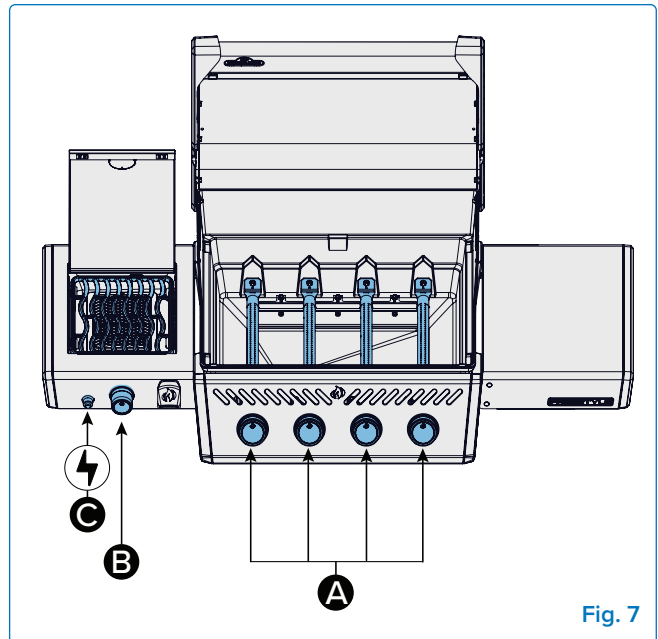
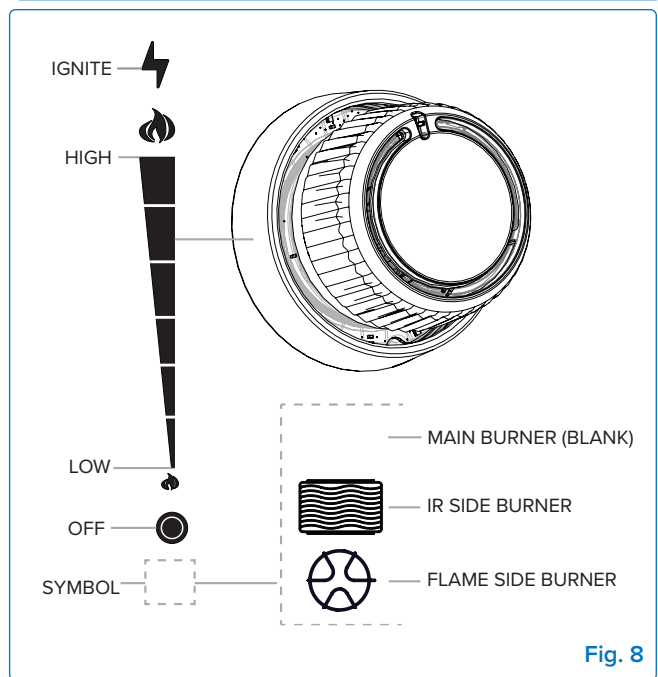

Fig. 7
Fig. 8
1. Ouvrez le couvercle du barbecue (**Fig. 7**).
2. Appuyez et tournez lentement n'importe quel bouton du brûleur principal dans le sens antihoraire jusqu'à la position HAUTE jusqu'à ce que la veilleuse s'allume. Continuer à appuyer sur le bouton de commande jusqu'à ce que le brûleur s'allume, puis relâcher (**Fig. 7-A, Fig. 8**).
2. Appuyez et tournez lentement le bouton du brûleur latéral dans le sens inverse des aiguilles d'une montre jusqu'à la position HIGH (HIGH) jusqu'à ce que l'étincelle allume le brûleur. (Fig. 7-B, Fig. 8).
2. Appuyez sur le bouton du brûleur latéral et tournez-le lentement dans le sens inverse des aiguilles d'une montre jusqu'à la position HIGH (Fig. 7-B, Fig. 8).
3. Appuyez sur le bouton d'allumage et maintenez-le enfoncé jusqu'à ce que le brûleur s'allume, ou allumez-le à l'aide d'une allumette (Fig. 7-C).